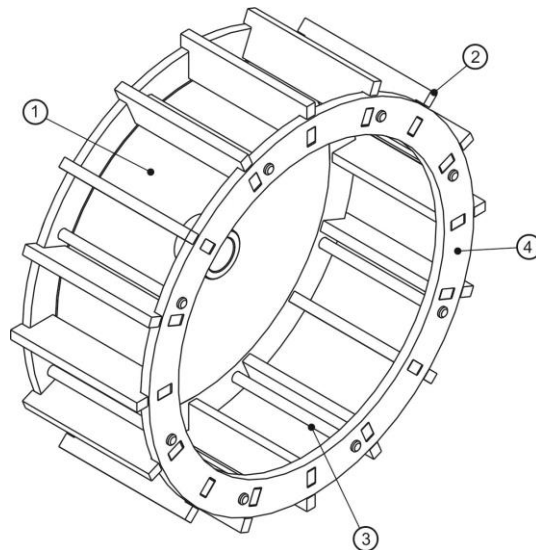

Рис.8
Делительный ротор (Рис.8) состоит из диска (1) с прямоугольными пазами и сварной втулкой, сменных лопастей (2), кольца (3) с прямоугольными пазами, стяжных болтов (4).